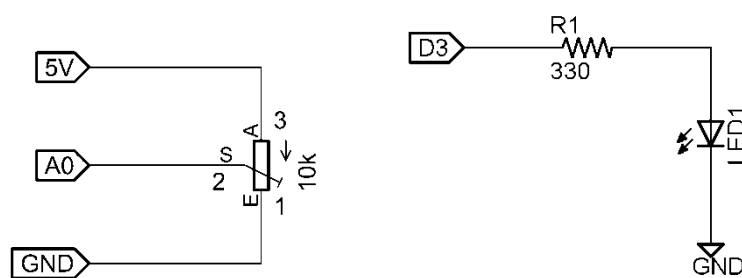
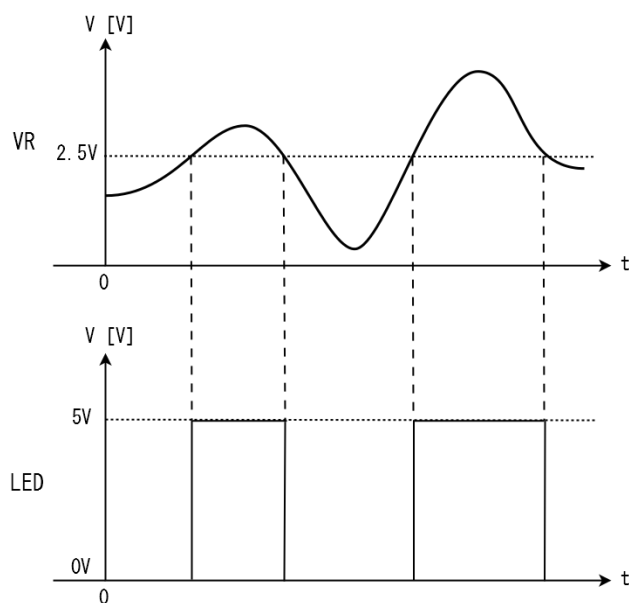

図 2.40 半固定抵抗と LED 回路
図 2.41 半固定抵抗による電圧変化と LED の点灯・消灯
- (1) Arduino と PC を外す（USB 接続を抜く）。
- (2) 図 2.40 の回路をブレッドボード上に作成する。間違いがないことを確認する。
- (3) Arduino と PC を接続（USB 接続）する。
- (4) 演習 2.3.2 で作成した電圧変化を測定するプログラムを書き込み、実行する。
- ① 演習 2.3.2 で作成し保存したスケッチを開く。
- ② 検証する（スケッチ→検証・コンパイル）。エラーがない事を確認する。
- ③ マイコンボードに書き込む（スケッチ→マイコンボードに書き込む）。
- ④ シリアルモニタを表示する（ツール→シリアルモニタ）。
- ⑤ シリアルモニタを見ながら半固定抵抗をまわして電圧が変化することを確認する。
- (5) 図 2.41 のように、電圧 2.5V を閾値（threshold）として、
- (6) スケッチの保存（ファイル、名前を付けて保存）